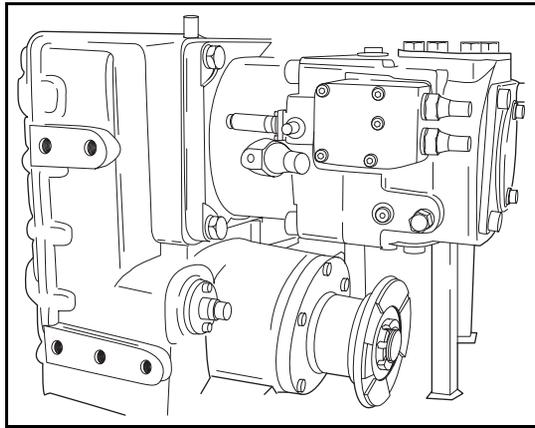

图 2-6(1) 分动箱外形图
(a) 如图 2-6(1) 分动箱外形图所示, 分动箱是装在泵车底盘上, 用来控制泵车行走, 提供泵送系统、臂架系统动力源的控制装置。